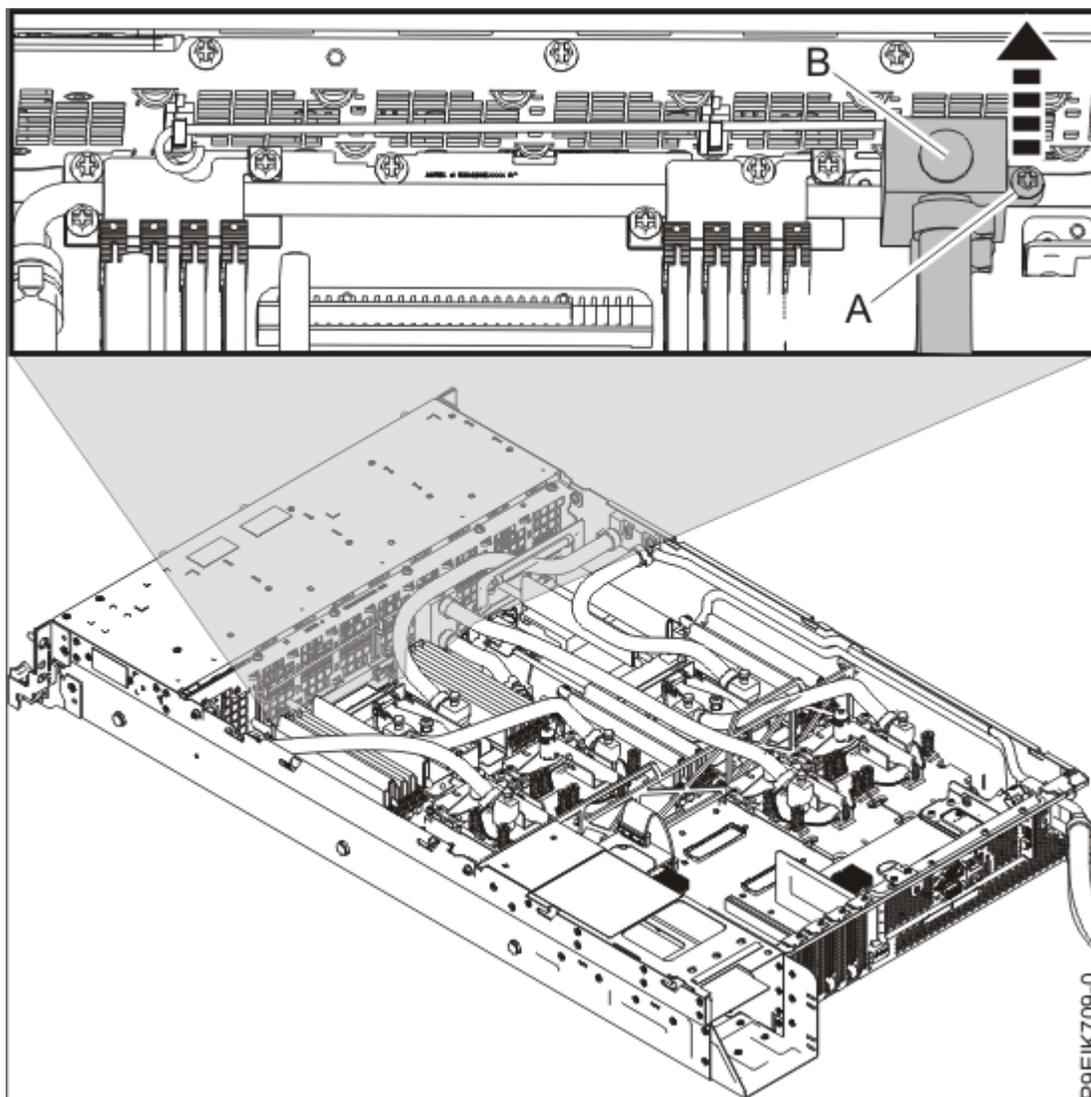

図 10. 前面パイプねじを緩める
7. パイプ接合部 (B) をシステムの前面に固定しているねじ (A) を緩めます (14 ページの図 10 を参照)。